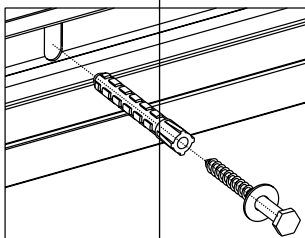

Fig. 9.3.
- Det anbefales at de forborede huller i afstandsstykket bruges til fastgørelse af rammen som vist i fig. 9.3.